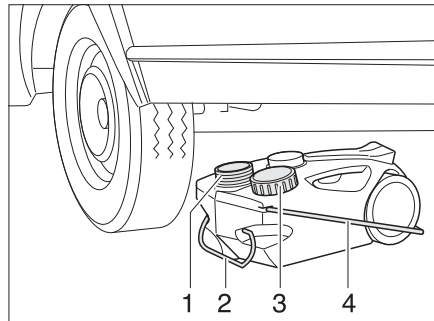

Fig. 139 Réservoir d'eaux usées, mobile
- Fermer l'ouverture du réservoir d'eaux usées (Fig. 139,1) à l'aide du couvercle (Fig. 139,3).
- Retirer le réservoir d'eaux usées par la poignée (Fig. 139,2).
- Rabattre la poignée de manutention (Fig. 139,4) vers le haut et placer le réservoir d'eaux usées.